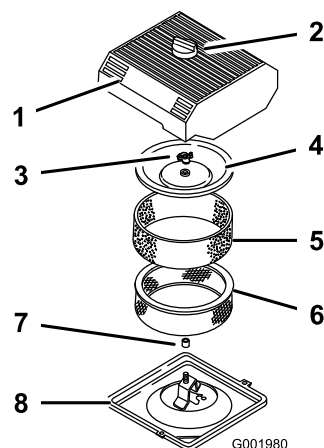

Figura 39
3. Limpie alrededor del limpiador de aire de forma que la suciedad no penetre en el motor y cause daños (Figura 39).
4. Afloje el pomo de la tapa del limpiador de aire y retire la tapa (Figura 39).
5. Deslice cuidadosamente el filtro de gomaespuma para separarlo del filtro de papel (Figura 39).
6. Retire la tuerca de la tapa, la tapa y el filtro de papel (Figura 39).
1. Deslice cuidadosamente el filtro de gomaespuma sobre el filtro de papel (Figura 39).
3. Coloque la tuerca de la tapa con la presión de los dedos solamente contra la tapa (Figura 39).
4. Instale la tapa del limpiador de aire y el pomo (Figura 39).